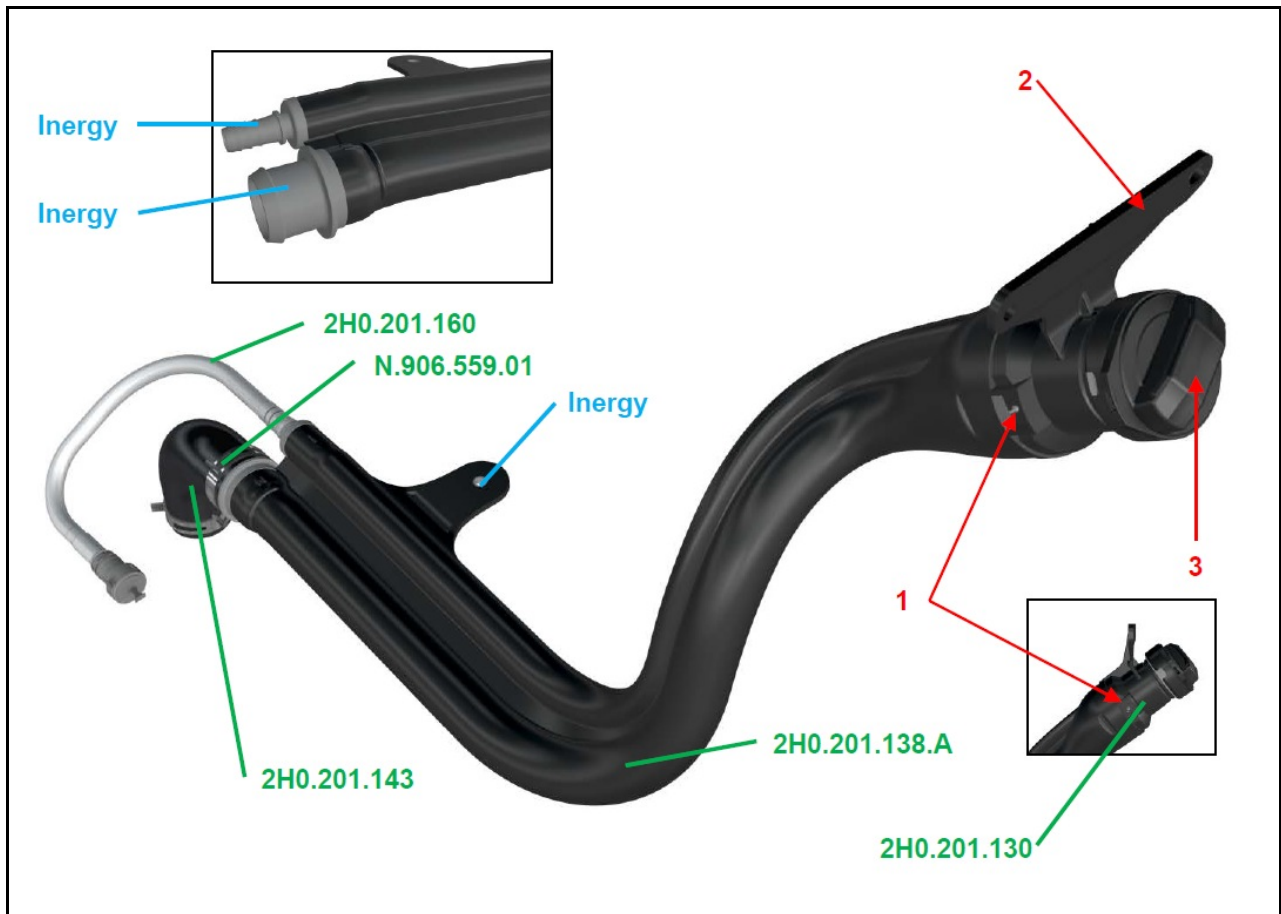

Abb. 1: Zusammenbau (ZSB) Einfüllrohr
- Befestigungsschrauben -Pfeile- aus der Schlussleuchte herausdrehen (Abb. 1).